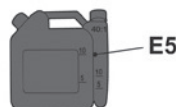

Fig. 29
- > Mezcle gasolina sin plomo de calidad normal y aceite de motor de calidad para motores de 2 tiempos con refrigeración por aire en el recipiente para la mezcla de combustible (E5) (Fig. 29).